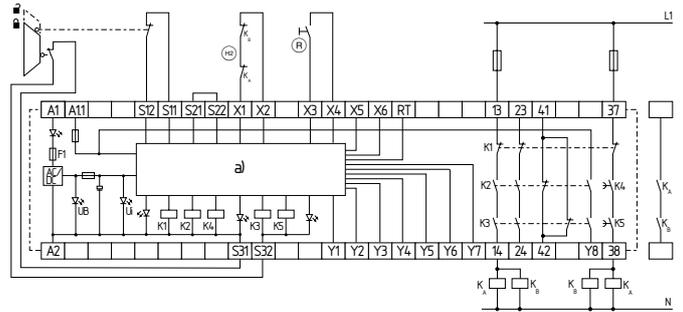

Fig. 6
Controllo a due canali, rappresentato utilizzando l'esempio di un sistema di sorveglianza porta con due interruttori di posizione, di cui uno con contatto ad apertura obbligata, e pulsante di Reset esterno (R) (vedere Fig. 6)